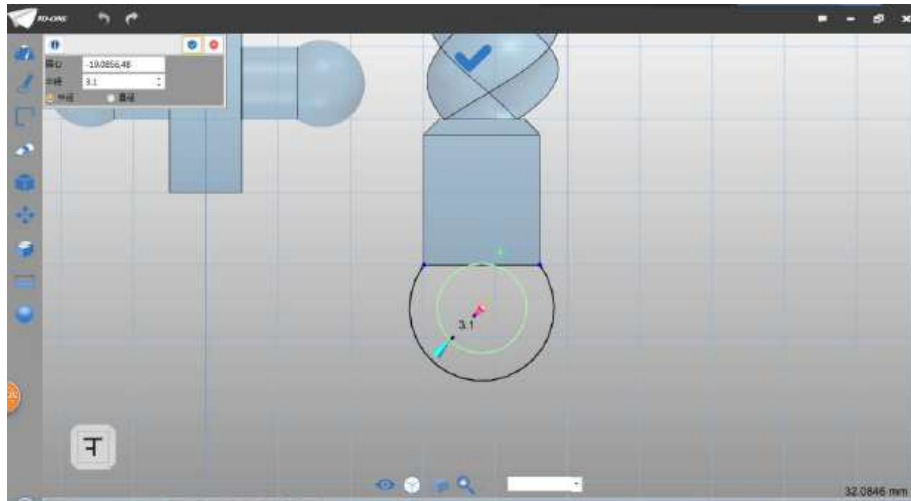

图 3-20
Step 20 圆弧半径设为 5，点击确定，完成圆弧绘制。选择圆命令，圆心选择上步骤绘制圆弧的圆心，半径设为 3.2，如下图 3-20 所示: